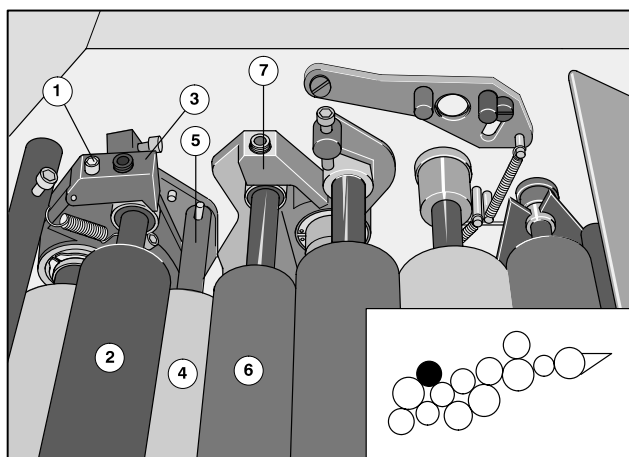

図15 第4インキ着けローラの取り外し
- ❶ 付属のホルセットレンチでネジ(図15/❶)を緩めます。ネジは、駆動側および操作側のラッチから抜けません。
- ❷ 駆動側と操作側のラッチ(図15/❸)を上げます。
- ❸ 第4インキ移しローラ(図15/❷)の両側を同時に軸受けから外します。
- ❶ 第3インキ移しローラ(図15/❷)のシャフト(図15/❸)を持ち上げて、ローラを軸受けから抜き取ります。
- ❶ 第2インキ移しローラ(図15/❷)をデリバリの方向に押して、駆動側と操作側の軸受け(図15/❷)から取り外します。
- ❷ 第2インキ移しローラを取り出します。